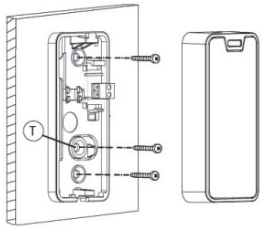

Figura 2
2. Fissare la base al muro (vedi Figura 2).